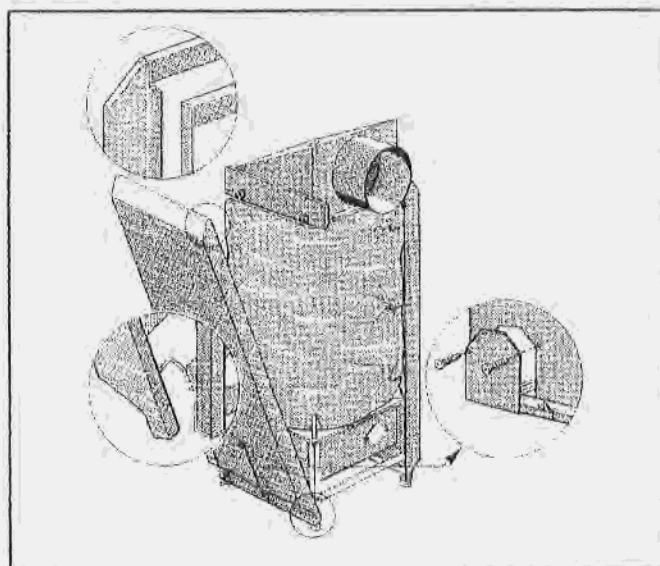

Fig. 10 Schéma de principe
- Dévisser les deux vis du dessus et retirer la pièce de compensation (fig. 10).
- Poser les parois gauche et droite dans les rainures d'angle du socle de l'appareil et les accrocher en haut avec l'arête en U dans la traverse – attention à l'encoche pour les pieds du socle (fig. 10).